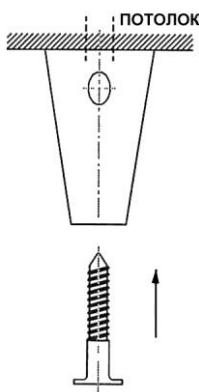

Рис. 4
- Установите детали B1, завернув винты M5 (не входят в комплект) в установленные анкера (рис. 4).